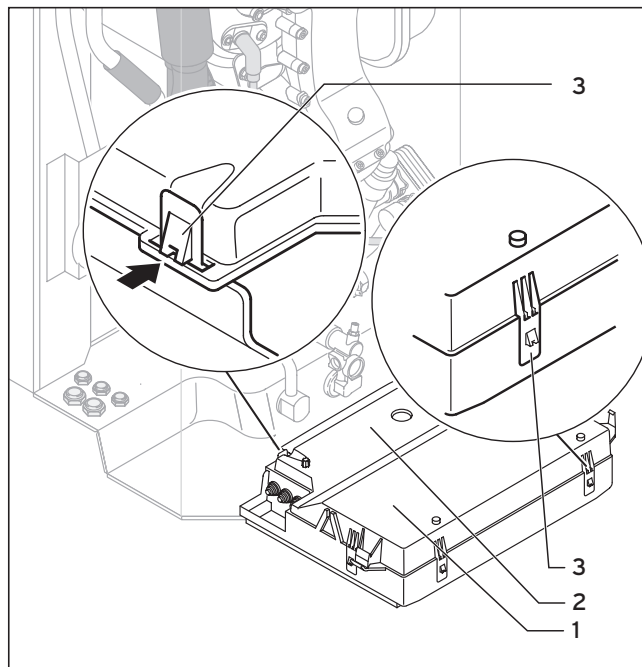

Рис. 4.7 Открытие задней стенки распределительной коробки
- Снимите переднюю обшивку аппарата и откиньте блок электроники (1) вперед.
- Отсоедините заднюю крышку (2) блока электроники в точках (3) и поднимите крышку вверх (см. рис. 4.7).
- Отсоедините заднюю крышку распределительной коробки (1) в точках (2) и поднимите крышку вверх (см. рис. 4.7).